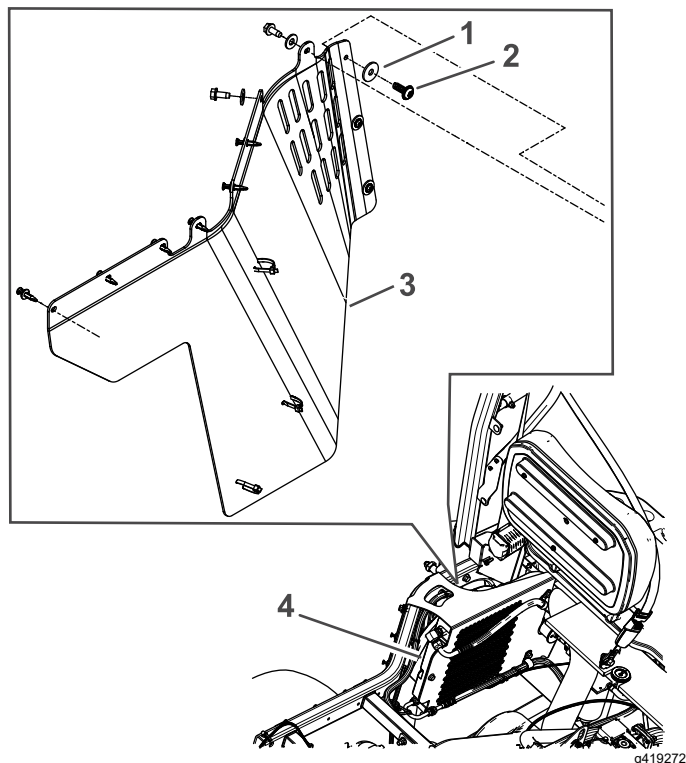
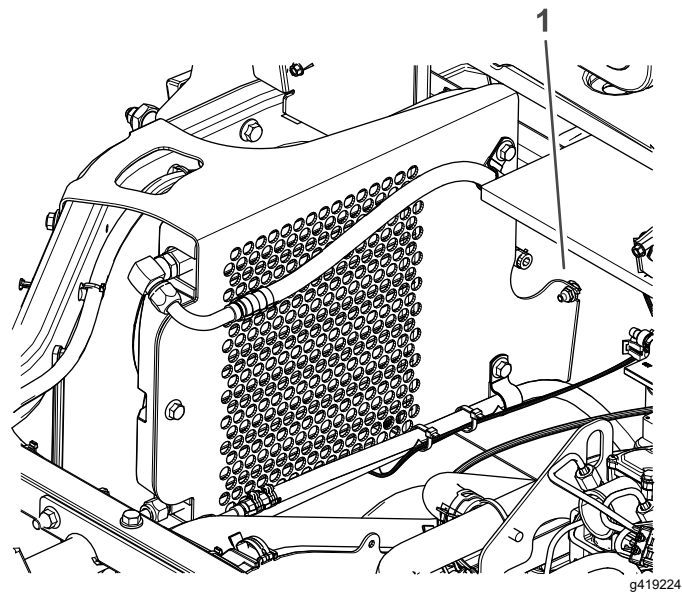

Figura 45
Figura 47
11. Da sotto la macchina, installate le viti in plastica rimosse in precedenza sul nuovo pannello e sul pannello laterale del serbatoio della benzina (Figura 45 e Figura 47). Serrate le viti in plastica a 2,25 N·m.
14. Fate scorrere la staffa del condensatore tra il dado di bloccaggio ($\frac{1}{4}$ ") e la parte inferiore del telaio della macchina (Figura 47 e Figura 48).
15. Serrate il bullone a testa tonda ($\frac{1}{4}$ " x $\frac{3}{4}$ ") e un dado di bloccaggio ($\frac{1}{4}$ "); fate riferimento alla Figura 47 e alla Figura 48.